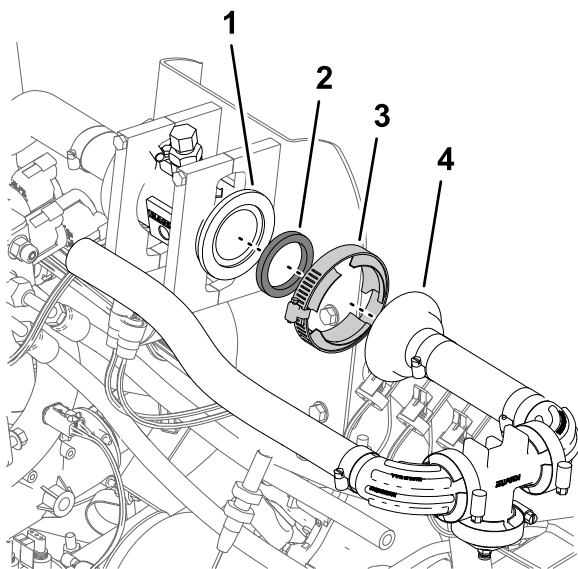

Figura 91
2. Aperte a braçadeira flangeada à mão (Figura 91).